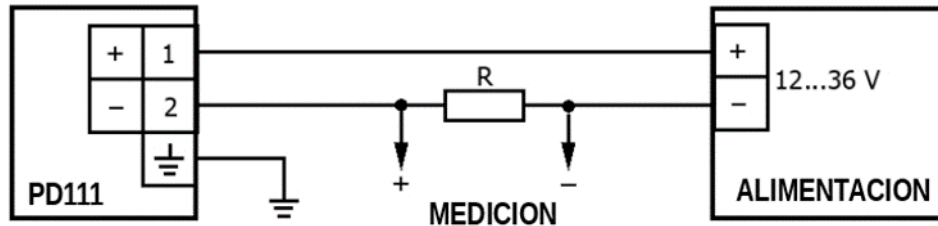

Fig. 4.1 External view
- Conectar el extremo del cable de acuerdo al diagrama de conexión (Fig. 4.1).
- Desajustar los terminales del soporte de terminal (5), conectar el extremo del cable según el diagrama de conexión (Fig. 4.1) y ajustar nuevamente los terminales.
- Colocar nuevamente el soporte de terminal (5) y el racor del cable en la carcasa (6).
- Cuando se ajuste el racor del cable (4) asegurarse que el racor del cable esté acoplado correctamente y que el sello del cable (3) no tenga daños.
- Conectar el soporte de terminales ensamblado (2+5+6) a los contactos (7).
- Apretar el tornillo (1).